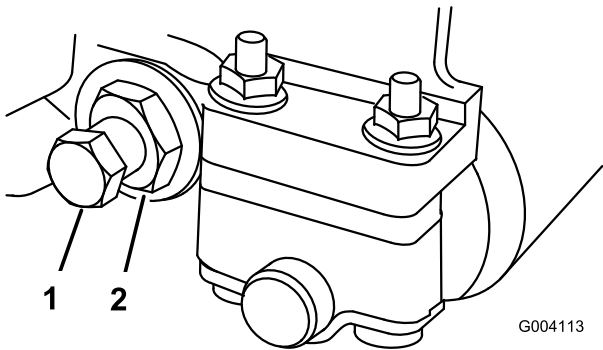

Figura 60
2. Afloje la tuerca de tensado del muelle hasta que el muelle deje de presionar la arandela contra la barra de asiento (Figura 60).
3. En cada lado de la máquina, afloje la contratuerca que fija el perno de la barra de asiento (Figura 60).